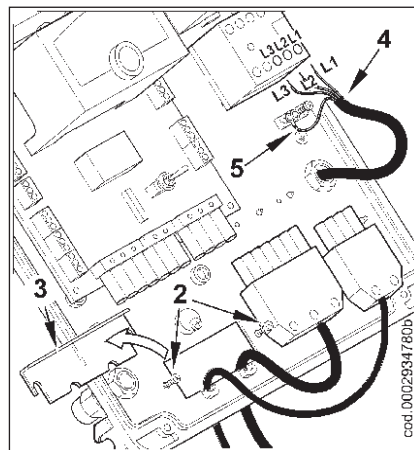

图 2
2) 松开螺丝(2)，拿开电缆压板(3)，将7孔和4孔插头从孔中穿入，见图2。将电源线(4)与接触器联好，做好接地(5)，锁紧电线固定器。